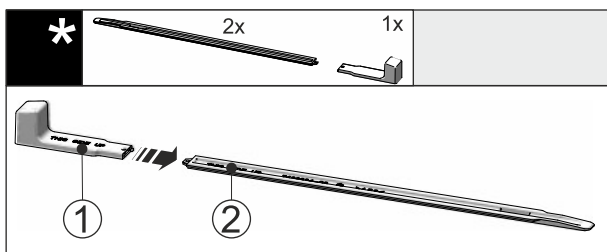

Fig. 43
- Pielieciet montāžas rokturi Fig. 43 (1) pie līmeņošanas sliedes Fig. 43 (2).